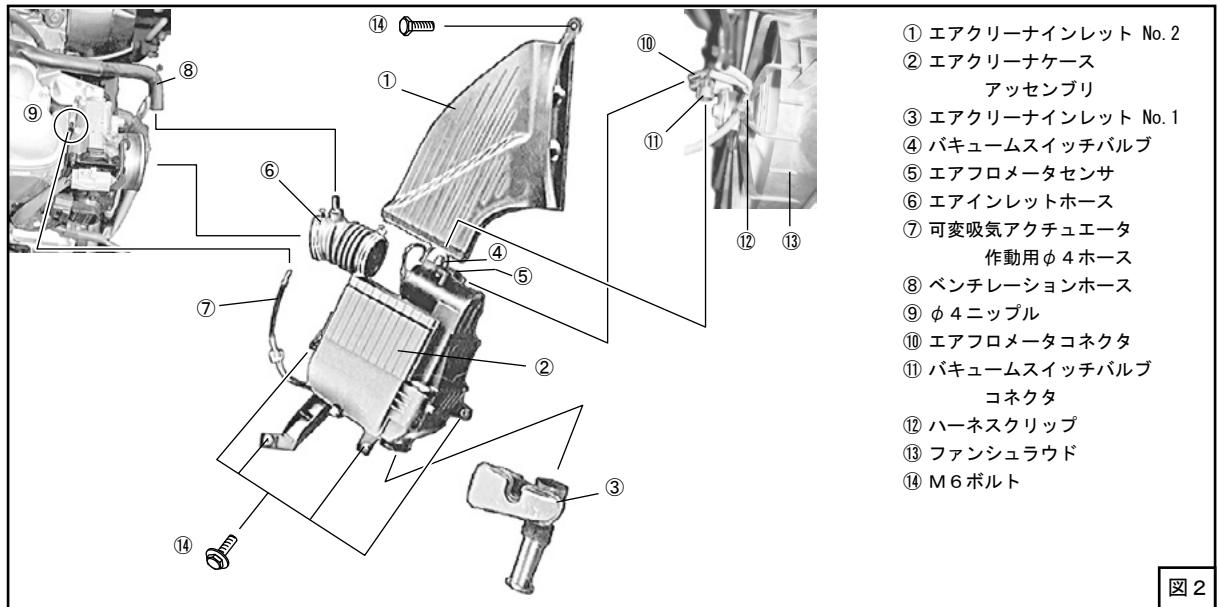

図2
- (3) ベンチレーションホース、可変吸気アクチュエータ作動用Φ4ホースを取り外してください。（図1、図2）
- (4) エアフローメータ、バキュームスイッチバルブのコネクタを外し、ファンシュラウドに固定されているハーネスクリップを取り外してください。 (図2)
- (5) エアクリーナーインレット No. 1 、エアクリーナーケースアッセンブリを固定しているM 6ボルトを取り外してください。 (図2)
- (6) エアインレットホースのホースバンドを緩め、エアクリーナーケースアッセンブリ、エアクリーナーインレット No. 1 、エアインレットホースを取り外してください。 (図2)
- (7) エアクリーナーケースアッセンブリに取付けられているエアフローメータセンサを取り外してください。